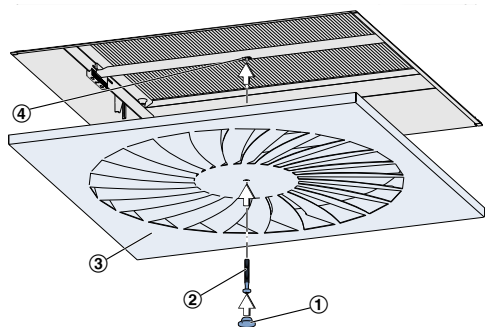

Fig. 7 : Installation de la façade du diffuseur
2. ▶ Poser la façade du diffuseur (Fig. 7 /3) sur le caisson du filtre et la fixer avec la vis centrale (Fig. 7 /2). Au cours du processus, il suffit d'introduire la vis centrale dans le support d'outil (Fig. 7 /4).
3. ▶ Poser l'embout décoratif (Fig. 7 /1) sur la vis de fixation centrale.